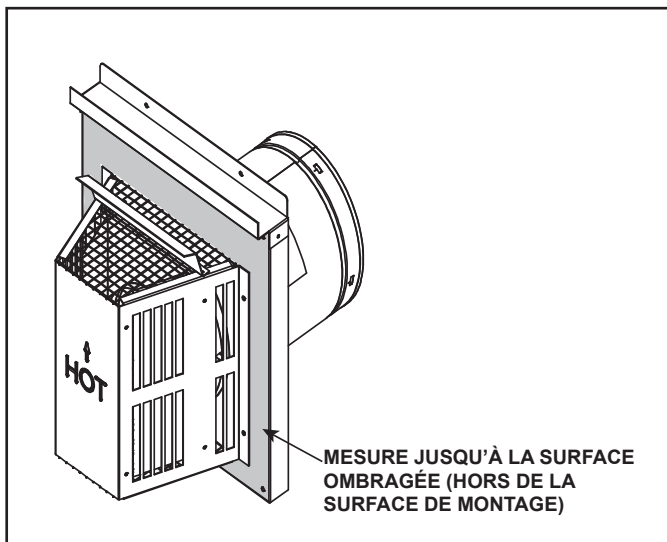

Figure 4.7 Mesure à la surface extérieure de montage
- Le chapeau de l'extrémité horizontale est mesuré par rapport à la face de montage extérieure (bride du chapeau de l'extrémité) (voir figure 4.7).